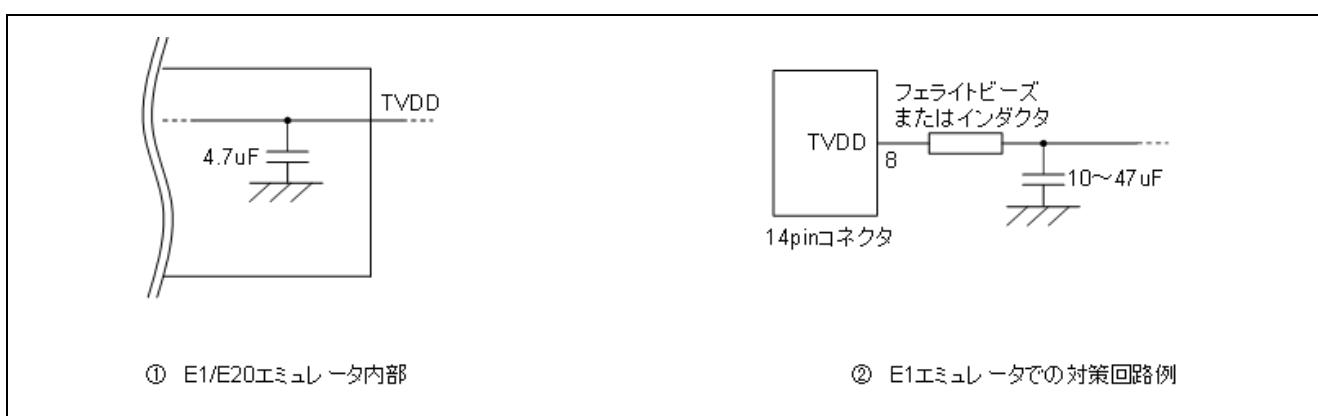

図 2-8 ホットプラグイン向け対策回路
ホットプラグイン接続を行う可能性がある場合には、下記のような回路構成にしておく必要があります。図 2-8 ①のように E1 エミュレータの 8 番ピンには、エミュレータ内部で $4.7\mu F$ のコンデンサが付いているため、ホットプラグイン接続を行う場合はユーザシステム上の電源電圧が一瞬低下する場合があります。この電圧降下により MCU リセットが発生する可能性があります。図 2-8 ②に示すように、エミュレータ接続コネクタの TVDD ラインの直近にフェライトビーズ(またはインダクタ)と低 ESR で大きめなコンデンサを付けることで症状を軽減することができますが、本対策は、電圧降下を完全に改善するものではありません。なお、ホットプラグイン接続はデバッグ時のみ有効な機能であり、本機能を使用する場合は、別売のホットプラグインアダプタが必要です。